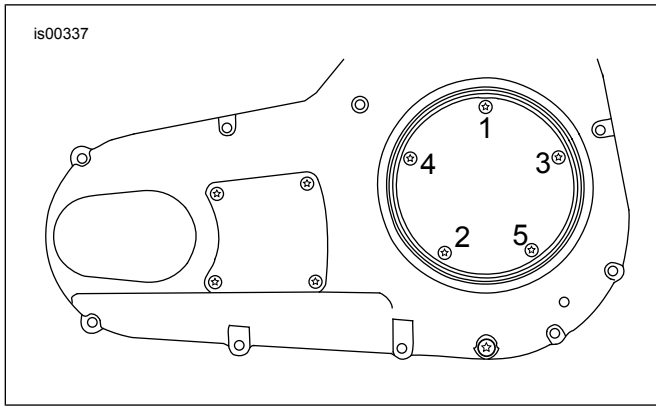

Figura 1. Sequenza di serraggio, coperchio di accesso alla frizione
5. Installare il coperchio di accesso (1) e la guarnizione sul coperchio del carter della catena della trasmissione primaria usando le viti e le rondelle dal kit. Serrare le viti a 10–12 N·m (84–108 **in-lbs**) nella sequenza mostrata in Figura 1.